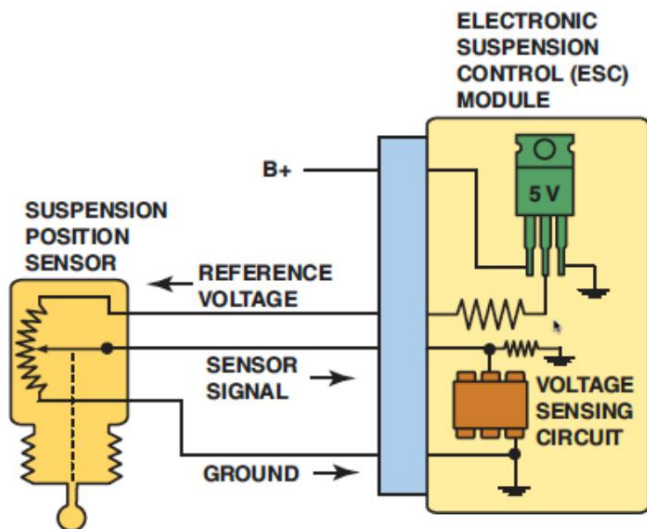

Figura 33. Esquema típico del sensor de altura de suspensión.
- Sensores de altura/ Figura 33